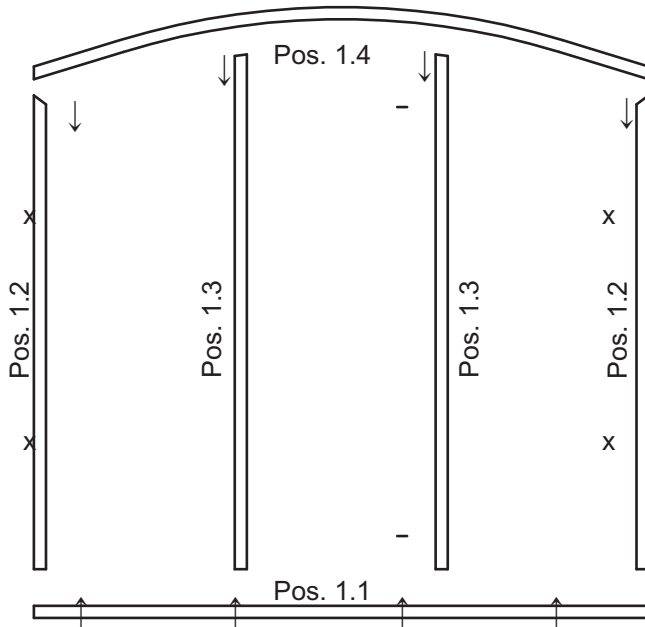

Bild 1
Schritt 6: Befestigungswinkel am Windschutz-Element anbringen. (Bild 1)